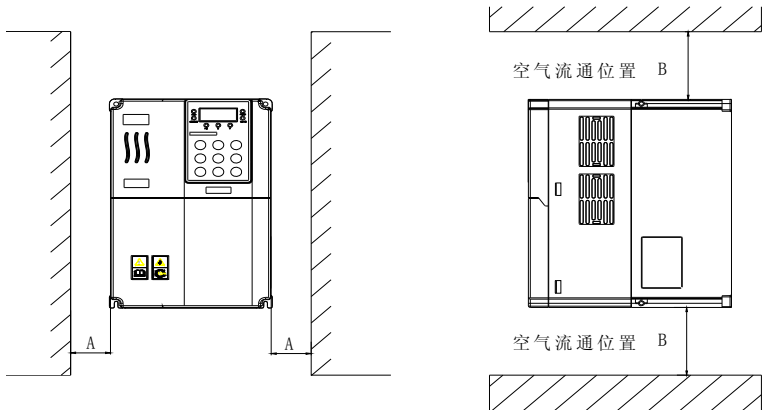

图 3-1 S510 变频器安装示意图
1. 请垂直安装变频器，便于热量向上散发，但不能倒置。若柜内有较多变频器时，最好是并排安装。在需要上下安装的情况，请参考图 3-1 的示意，安装隔热导流板。
2. 安装空间遵照图 3-1 所示，保证变频器散热空间，但布置时请考虑柜内其它件的散热情况。